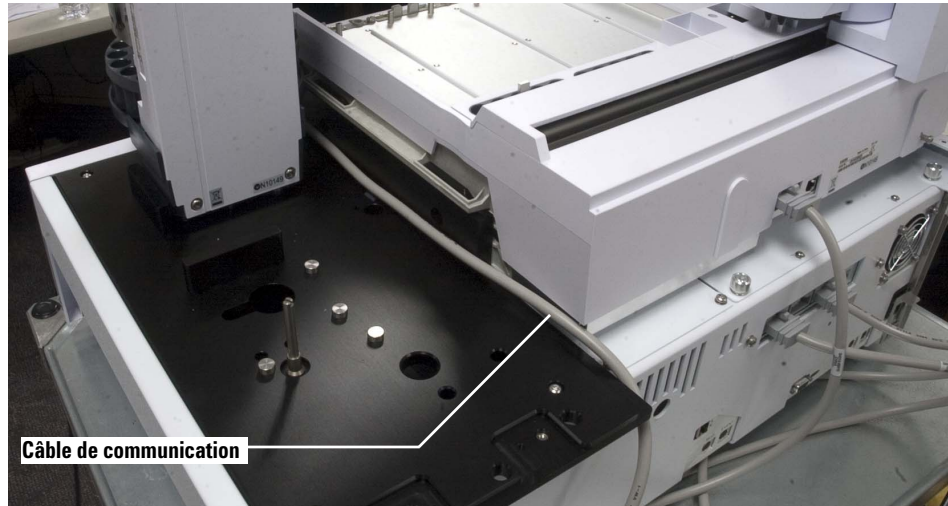

Figure 21 Câble provenant de la tour avant et passant le long du support du porte-échantillons.
- 4 Faites passer le câble de communication de la tour avant le long du support du porte-échantillons jusqu'à l'arrière du châssis (Figure 21).